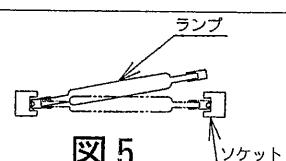

図 5
- ランプの取り付け及び交換の際は、必ず電源を切り開閉金具を開放し前面枠を開け図 5 のようにランプの先端をソケットの中に押し込みもう一方のソケットを手で押しランプ先端を合わせ確実に取り付けてください。